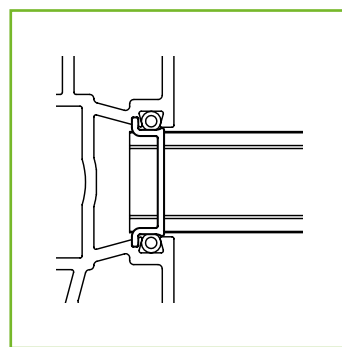

Abb. 5
5. Das Reststück vom Blendprofil in die Nut stecken. Wichtig: Da ein natürliches „arbeiten“ der Lamellen gewährleistet werden muss, muss vom Blendprofil zur Oberkante des Pfostens ein Spalt von min. 2 cm frei gelassen werden (Abb. 5).